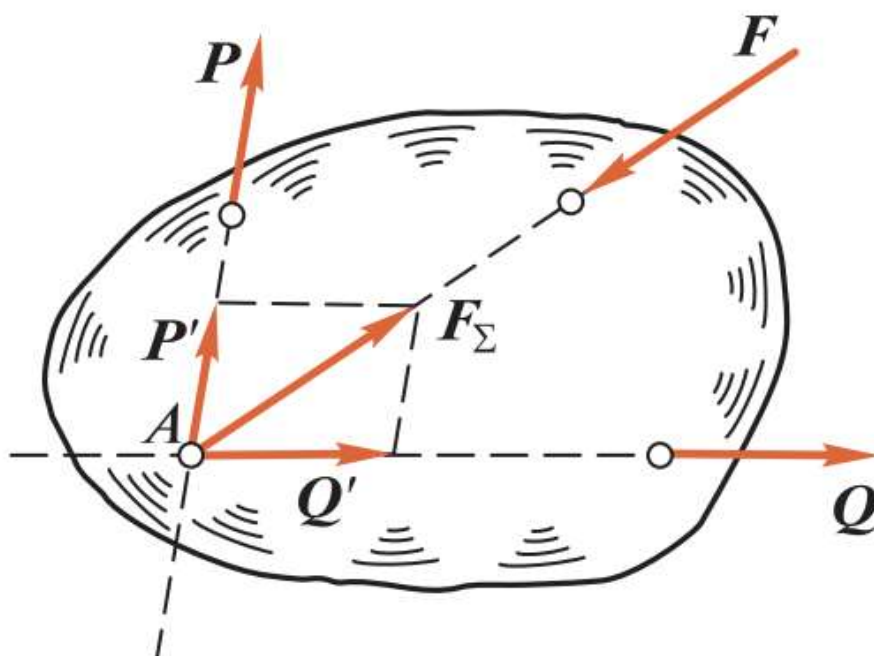

Рис. 1.5
**Теорема.** Для равновесия плоской системы трех непараллельных сил необходимо, но недостаточно, чтобы линии действия этих сил пересекались в одной точке. Пусть даны силы  $\mathbf{P}$ ,  $\mathbf{Q}$  и  $\mathbf{F}$ , причем линии действия сил  $\mathbf{P}$  и  $\mathbf{Q}$  пересекаются в точке  $\mathbf{A}$  (рис. 1.5). На основании следствия из аксиом III и IV перенесем силы  $\mathbf{P}$  и  $\mathbf{Q}$  вдоль линий их действия в точку  $\mathbf{A}$  и на основании аксиомы параллелограмма найдем равнодействующую  $\mathbf{F}_{\Sigma}$  этих сил.